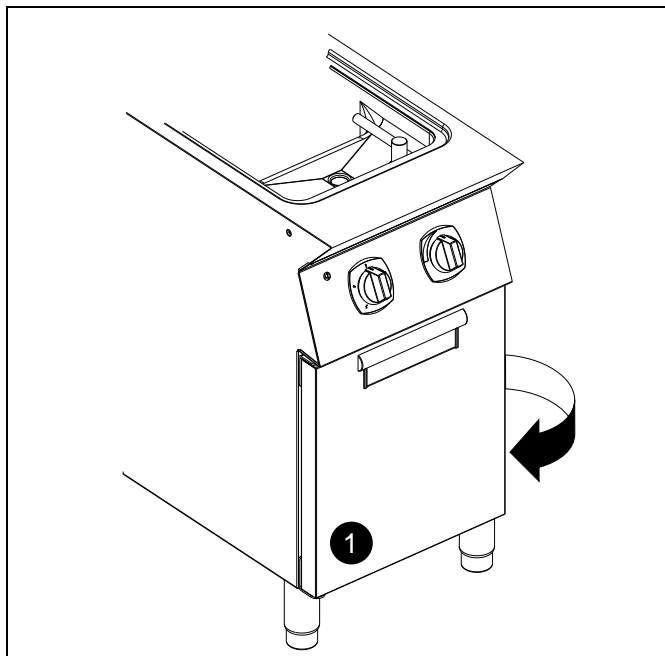

FIG. 1
- Avlägsna skruven "N" från tryckuttaget (se FIG. 1).
1. Öppna modulens lucka för att få tillgång till kopplingsplinten (se detalj 1 — FIG. 1).